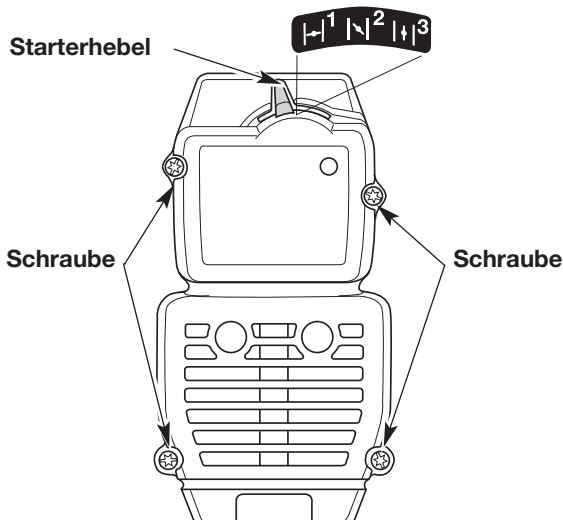

Abb. 21
2. Die vier (4) Schrauben, die das Gehäuse des Luftfilters/Abgasrohrs halten, entfernen (Abb. 21). Hierzu einen flachen Schraubenzieher oder einen Schraubenzieher mit einem Torx Endstück Nr. T20 verwenden.
ANMERKUNG: Der Starterhebel muß in der Zwischenposition (2) stehen (Abb. 21), damit das Gehäuse des Luftfilters/Abgasrohrs wieder eingesetzt werden kann.
2. Die vier (4) Schrauben in die Öffnungen des Gehäuses des Luftfilters/Abgasrohrs einführen (Abb. 21) und festziehen. Hierzu einen flachen Schraubenzieher oder einen Schraubenzieher mit einem Torx Endstück Nr. T20 verwenden. Die Schrauben nicht zu fest und nicht mit Gewalt anziehen.